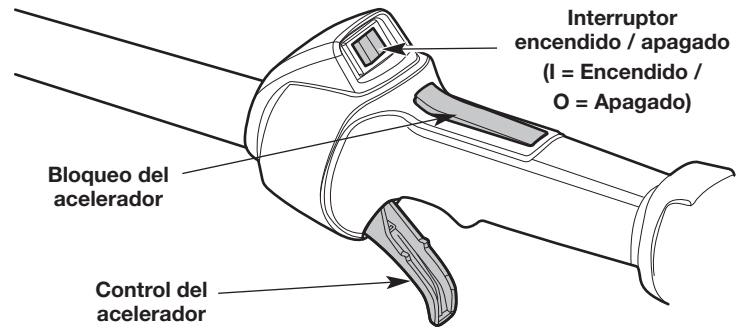

Fig. 17
NOTA: No hay necesidad de encender la unidad. El interruptor de Encendido/Apagado debe estar en la posición **Encendido (I)** en todo momento (Fig. 17).
5. Oprima y mantenga el bloqueo de acelerador. Apriete y mantenga apretado el control del acelerador (Fig. 17). Tire de la cuerda de arranque con un movimiento controlado y firme **5 veces** para arrancar la unidad (Fig. 19).
2. Oprima y no suelte el interruptor de control de Encendido y Apagado en la posición **Apagado (O)** hasta que el motor se detenga por completo (Fig. 17).
6. Oprima y mantenga el bloqueo de acelerador. Apriete y mantenga apretado el control del acelerador (Fig. 17). Eche a andar el accesorio Speed Start™ por intervalos no mayores de 2 segundos cada vez hasta que la unidad arranque.